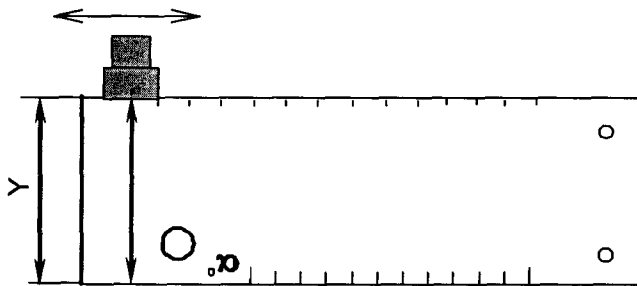

Рисунок 8.9
- б) установить ПЭП на поверхность образца №2. Получить первый донный сигнал, отраженный от противоположной поверхности меры (рисунок 8.9). Притирая ПЭП, добиться максимальной амплитуды донного сигнала;